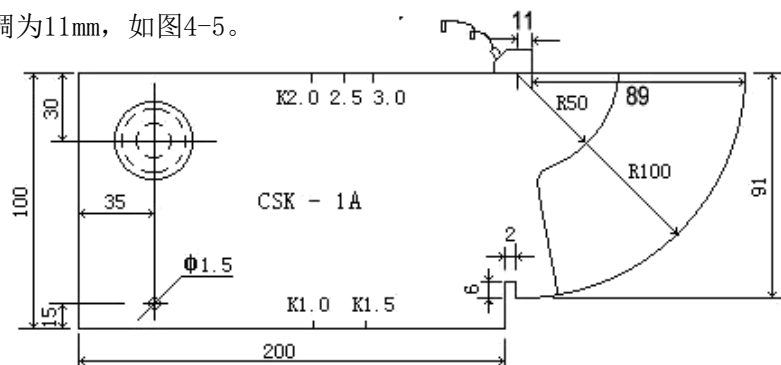
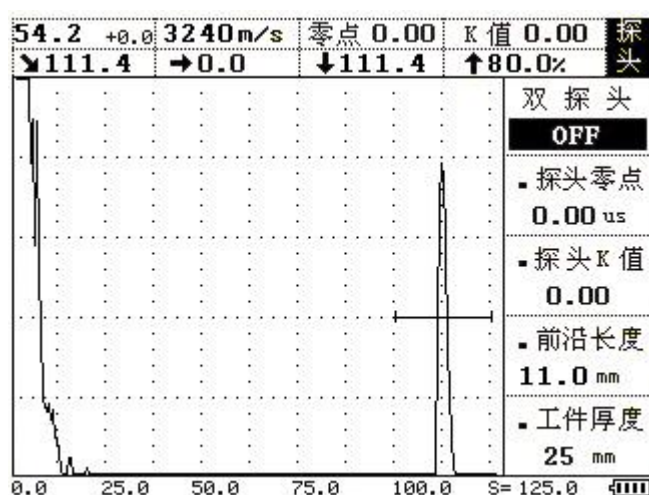

图 4-4
图 4-5
3、校准探头前沿：将探头放在试块上并移动，使得R100mm的圆弧面的反射体回波到最高，用直尺量出探头前端面89mm，此时探头的前沿值为 $100-89=11\text{mm}$ 。如图4-4所示，之后按 **探头** 键进入探头菜单，再用 **▲**（上）或 **▼**（下）键调整到探头前沿子菜单，再按 **◀**（左）或 **▶**（右）键将探头前沿值调为11mm，如图4-5。